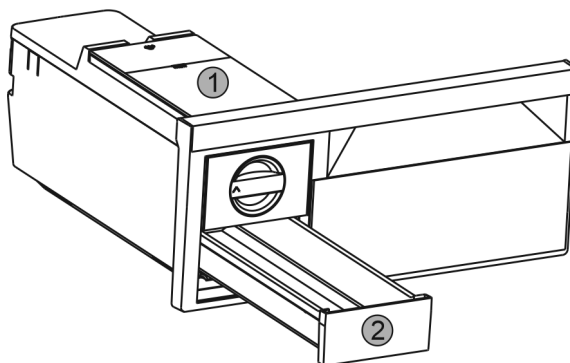

Fig. 37
- Wassertank *Fig. 37 (1)* und Eiswürfel-Schubfach *Fig. 37 (2)* entnehmen.